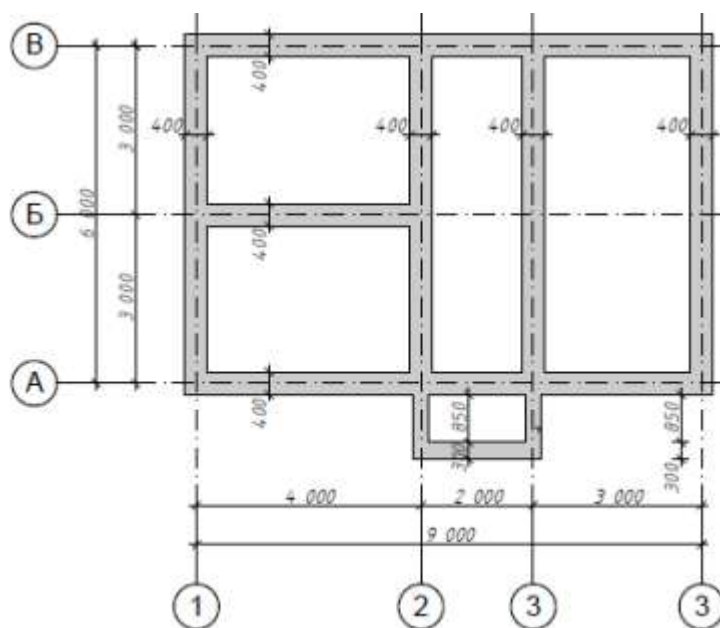
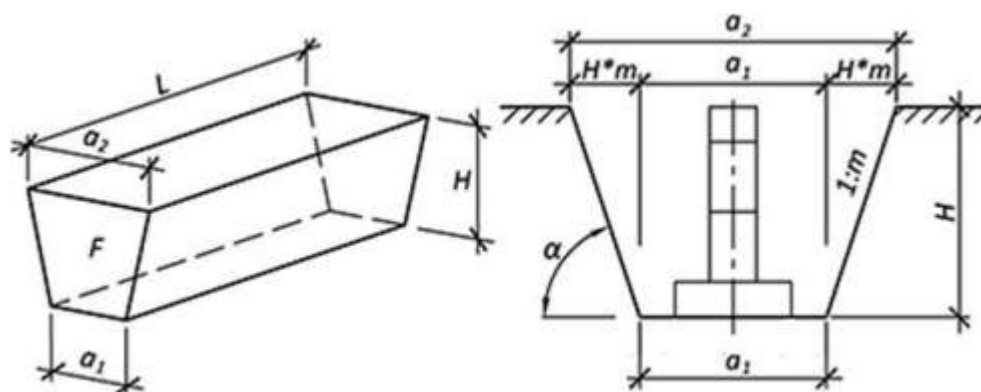

Рисунок 1 – Сведения об объекте строительства
Рисунок 2 – Схема характеристики траншеи
Сведения об объекте строительства, см. рис.1: Здание кирпичное жилое без подвала. Фундамент ленточный сборный железобетонный. Полы первого этажа устраиваются по грунту. Температура расчетной среднесуточной температуры помещения, примыкающего к наружным фундаментам, составляет 16 0 С. Строительство осуществляется в г. Нижний Новгород. Грунт – суглинок.
1. На основании нижеприведенного чертежа, см. рис.1 и характеристики траншеи, см. рис.2 определить объем водоотлива и объем разработки сухого и мокрого грунта.
2. Уровень стояния грунтовых вод в траншее находится на отметке 2,6 м от верха траншеи. Грунт суглинок. Характеристики траншеи: ширина траншеи по дну (a_1) - 1,5 м; глубина траншеи (H) – 3,5 м, протяженность траншеи (L) – 50 м.